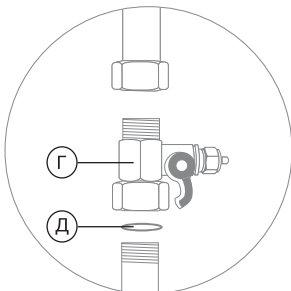

Рис. 3
1. Установите адаптер-вентиль (Г) между магистралью холодной воды и гибкой подводкой вашего смесителя. Уплотните соединение адаптера-вентилля с магистралью при помощи поставляемого в комплекте уплотнительного кольца (Д) (рис. 3).